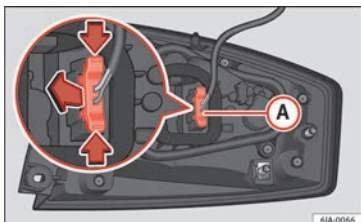

Abb. 99 Leuchtenstecker an der Rückseite der Heckleuchteinheit
- Lösen Sie den Stecker **A** » Abb. 99 der Leuchte, indem Sie die seitlichen Hebel betätigen (Pfeile) und den Stecker nach außen ziehen.